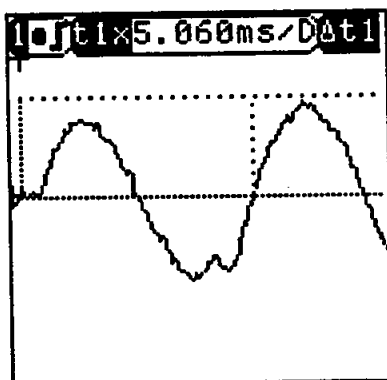

Bild 2-2: 50 Hz Sinusschwingung nach Aufruf der Automatikfunktion
6. Meßbereichsschalter zu unempfindlicheren Werten hinbewegen, bis die 50 Hz Sinusschwingung (siehe Bild 2-2) etwa in Ihrer Amplitude die volle Bildhöhe füllt.